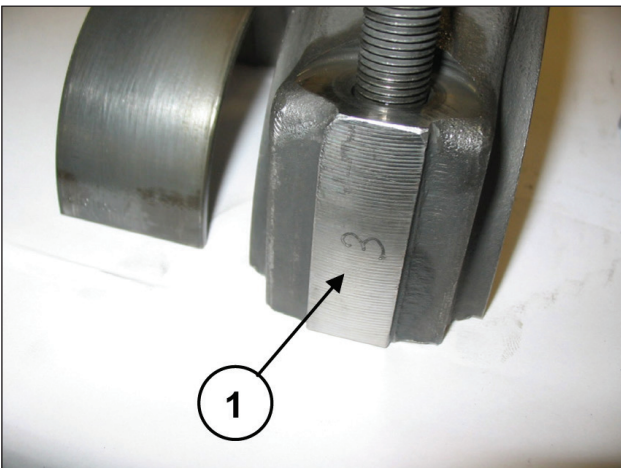

Abb. 34
Paaren Sie die Pleuelhälften mit den vorab ausgebauten Pleueldeckeln unter Berücksichtigung der Nummerierung (Pos. ①, Abb. 34).
Trennen Sie Pleueldeckel und Pleuelhälften; die vorschriftsmäßige Paarung wird durch die seitliche Nummerierung garantiert (Pos. ①, Abb. 34).